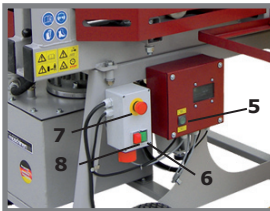

Abb. 5
- Spaltvorgang über grünen Start / Stopptaster am Elektrokasten (5) starten („siehe Abb. 5“), Ventil wird eingeschaltet, Zylinder fährt aus und Zuführschlitten fährt zurück
- der Zyklus wird beendet über die grüne Start / Stopptaste (5) am Elektrokasten
- befindet sich der Zylinder in der Vorwärtsbewegung und der Taster (5) wird betätigt, wird der Spaltvorgang sofort beendet und der Zylinder fährt in die Grundstellung
Wird das Schutzgitter wieder geschlossen, muss der grüne Start - Stopptaster (5) siehe Abb. 5 betätigt werden, damit der Spaltschieber wieder in die Ausgangsposition zurückfährt.
Sollte der Start-Stopptaster (5) zu lange gedrückt werden, fährt der Zylinder 2 cm aus und wieder ein und der Vorgang muss wiederholt werden (siehe Abb. 5).